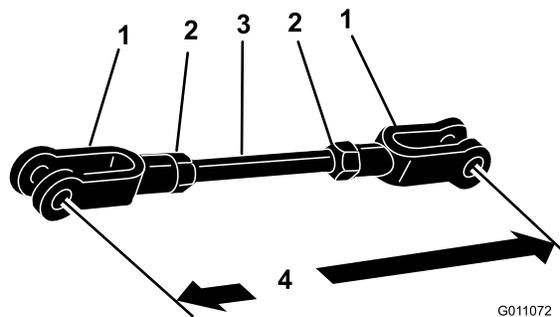

Figura 12
6. Instale as porcas e forquilha na barra roscada (Figura 12).
7. Ajuste as forquilha até que os centros dos orifícios estejam afastados 228,6 mm (Figura 12).